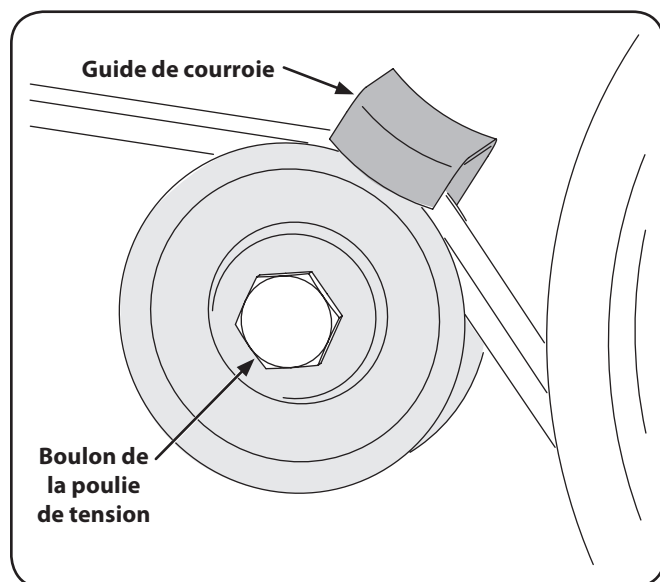

Fig. 7-4
3. Enlevez le boulon de la poulie de tension et dégagez la courroie qui passe en-dessous du guide de courroie. Voir la Figure 7-4.
REMARQUE : Lors du remontage, assurez-vous que le guide de courroie de la poulie de tension est placé comme à la Fig. 7-4. Vérifiez l'encoche sur la base du guide de courroie et l'alignement en installant la poulie de remplacement.